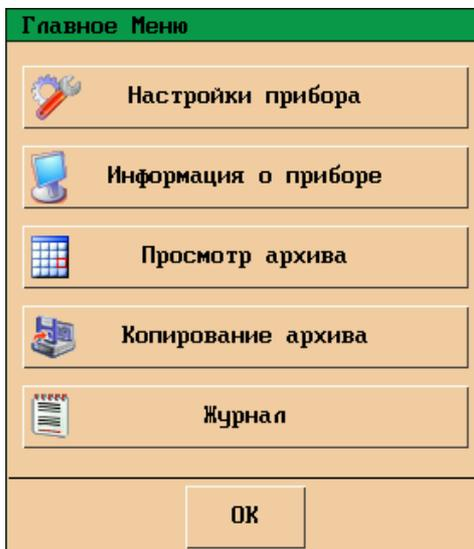

Рисунок 19
5.1.3 Флажок – логический элемент управления Да/Нет, позволяет включить (Рисунок 19а) или отключить (Рисунок 19б) опцию.